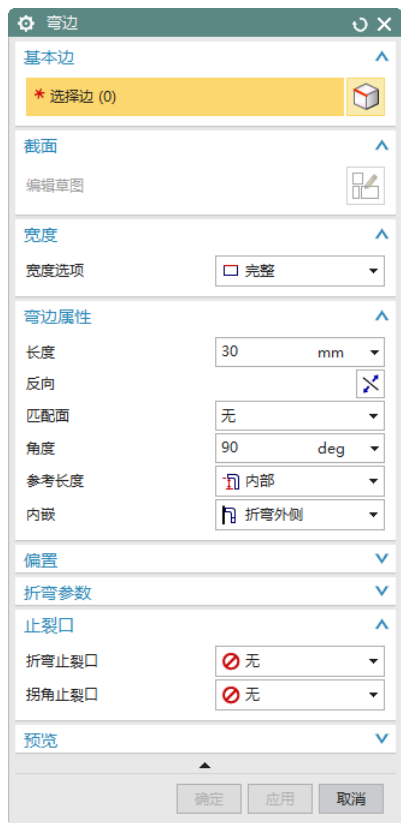

图 7-67 “弯边”对话框
(1) 选择“菜单(M)”→“插入(S)”→“折弯(N)”→“弯边(F)...”, 或者单击“主页”选项卡“折弯”面组上“弯边”按钮 , 打开如图 7-67 所示“弯边”对话框, 设置“参考长度”为“内部”, “内嵌”为“折弯外侧”, “宽度选项”为“完整”。